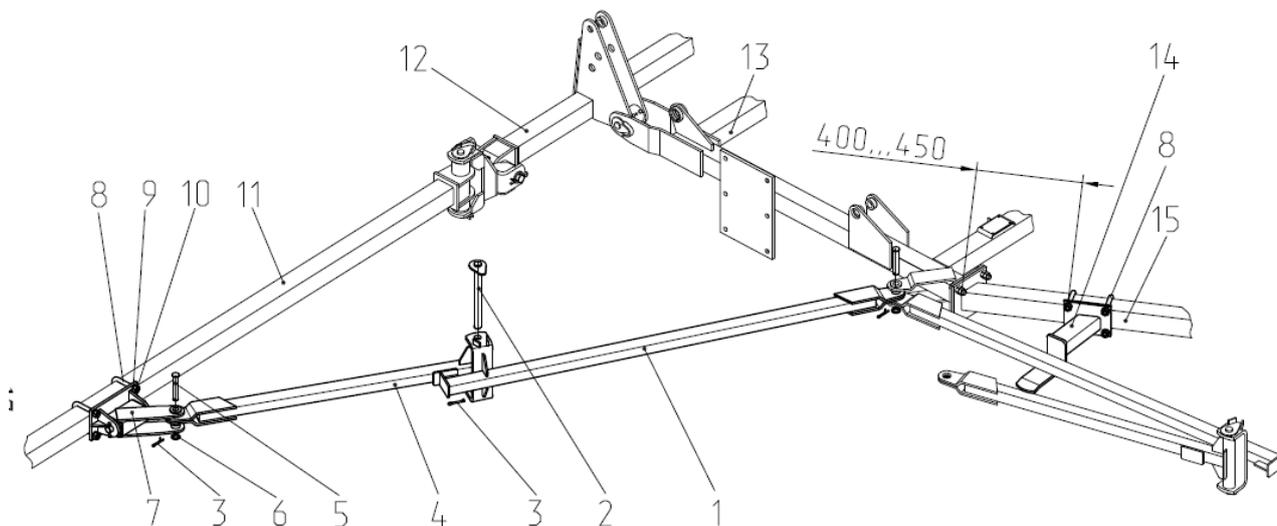

Рис.11 Растяжка СГ12 01.030 (СГ12 01.030-01) с шарниром (правая).
2.1.8 Растяжки СГ12 01.130 и СГ12 01.130-01 совместно с шарнирами 7 (рис.11) предназначены для фиксации и удерживания балок в рабочем положении, выставленных в одну линию с центральной балкой. Наличие шарниров 7 дает возможность, поворачивая все балки гидроцилиндрами, выглублять рабочие органы, а также производить перевод бороны в транспортное положение.